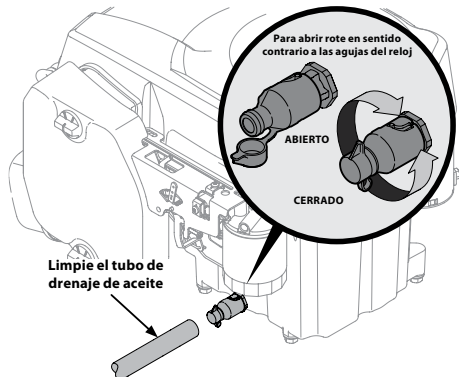
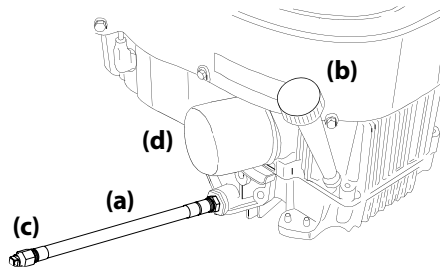

Figura 4-1
Figura 4-2
- El motor puede estar equipado con un orificio de drenaje de aceite de girar y tirar (consulte la Figura 4-1 y vaya al Paso 5) o con un tapón extraíble para manguera de drenaje de aceite (consulte la Figura 4-2 y vaya al Paso 6). Siga las instrucciones aplicables para su tractor.
- Orificio de drenaje de aceite de girar y tirar (consulte la Figura 4-1):
- Manguera de drenaje de aceite extraíble (consulte Figura 4-2):